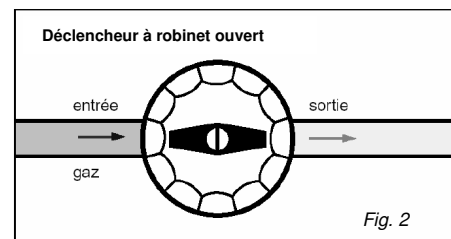

Fig. 2
Après mise en gaz, tourner la manette lentement, jusqu'à ce que l'indicateur (A) de la manette (B) soit parallèle à l'axe des entrées et sortie du robinet déclencheur (fig.2).
L'ouverture s'opère en tournant lentement la manette (B) en sens contraire des aiguilles d'une montre jusque ce que l'indicateur (A) soit parallèle à l'axe des entrées et sortie. C'est la position d'ouverture (fig.2).